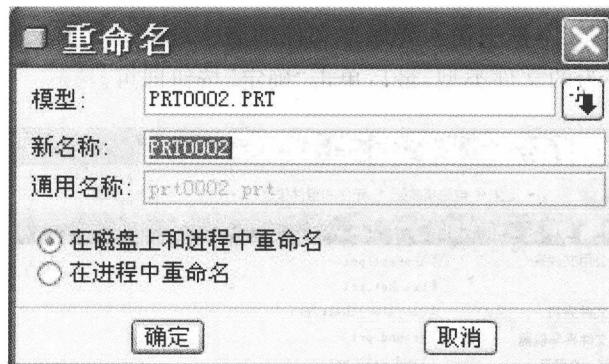

图 1.2-10 “重命名”对话框
(6) 重命名
① 选择“文件”→“重命名”命令,弹出如图 1.2-10 所示的“重命名”对话框,当前模型的名称则出现在“模型”文本框中。
- ② 在“新名称”文本框中输入新文件名。
- ③ 选中“在磁盘上和进程中重命名”或“在进程中重命名”单选按钮。
- ④ 最后单击“确定”按钮即可完成重命名操作。